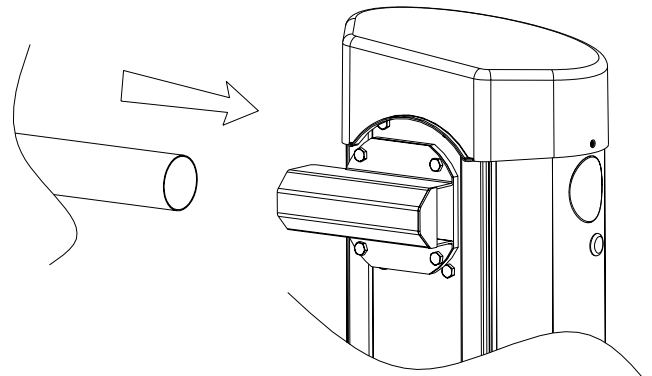

Fig. 6
- Infilare l'asta nella staffa dal lato opposto al tappo di chiusura, portarla in battuta sul fermo posteriore e avvitare definitivamente le 4 viti M8 (Fig.6).